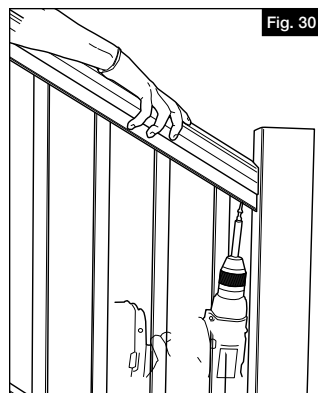

Fig. 30
À l'aide des #10 x 2" (no. 10 x 5,08cm) vis peintes (J), installez deux des vis par le bas de chaque extrémité vers le haut à travers les emplacements pré perforés. Ceci permettra de fixer ensemble le support d'attache à la main courante profilée et le longeron supérieur (Figure 30).